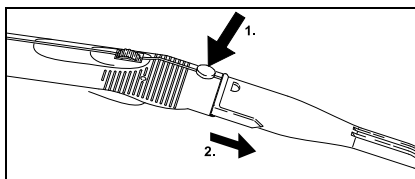

Fig. 9
- Para separar os acessórios, premir a tecla de desbloqueio (C2 resp. G2) e separar as peças (veja fig. 9).